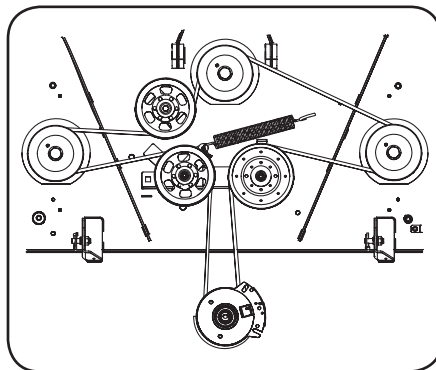

Figure 4-8
5. Placez la courroie neuve autour des poulies de fusée et installez les couvercles de courroie. Voir Figure 4-8.